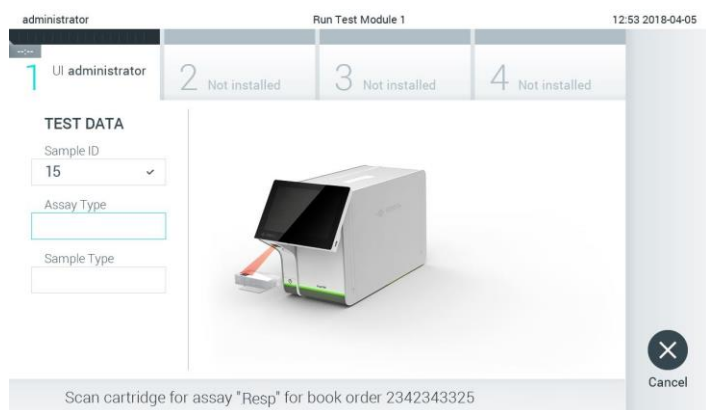

图 71. 扫描 QIAstat-Dx 检测试剂盒条形码。
4. 从主机成功检索测试单后，将会显示“Scan cartridge for assay <assay_name> and book order <order_number>”（扫描检测 <检测名称> 和工作单 <工作单编号> 的试剂盒）。扫描指定的 QIAstat-Dx 检测试剂盒的条形码（下一页图 71）。